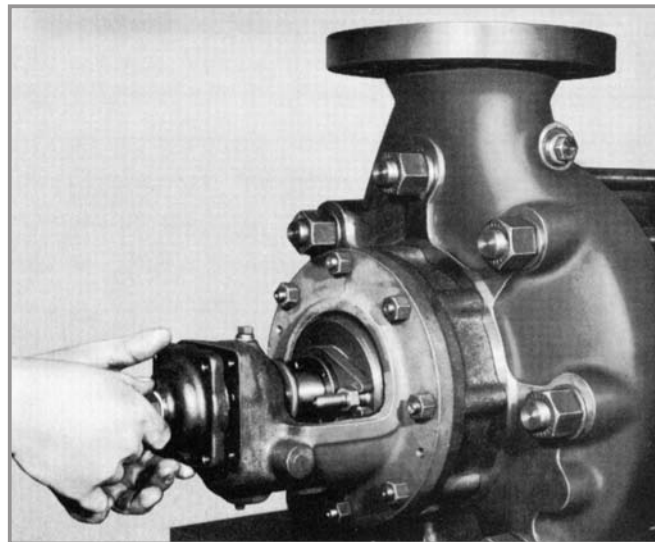

Fig. 30 - Extração da tampa do mancal
02. Soltar os parafusos (901.1) e extrair a tampa do mancal (360.2) (vide Fig. 30).